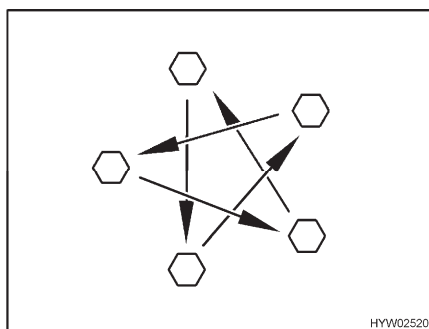

Fig. 224 Serrer en croix les écrous ou les boulons de roue
- Vérifier régulièrement le serrage des écrous ou des boulons de roues. Resserrer alternativement et en croix (Fig. 224) les écrous ou les boulons de roue 50 km après le changement d'une roue.